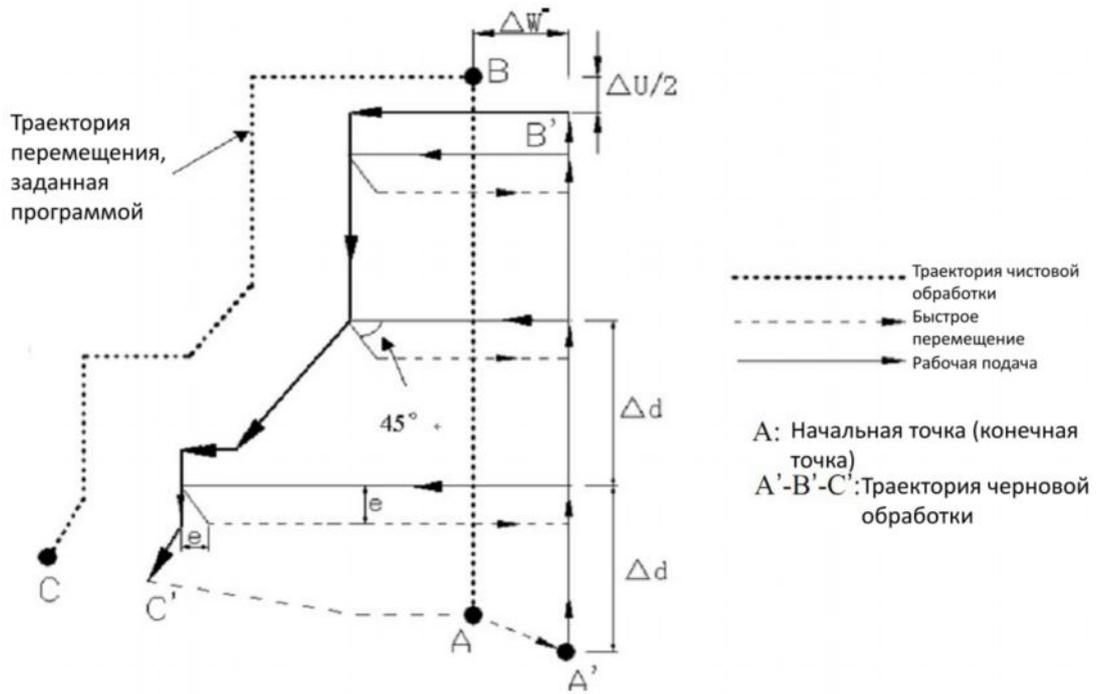

Рис. 3-36 Траектория перемещения в цикле G71
1) Последовательность выполнения: (Рис. 3-36)
- ① Быстрое перемещение по оси X из точки A в точку A', перемещением по оси X является Δu, а по оси Z - Δw
- ② Перемещением из точки A' по оси X является Δd (врезная подача инструмента), кадр ns предназначен для врезной подачи инструмента на скорости быстрого перемещения в команде G0, для врезной подачи инструмента на скорости подачи F в команде G71; направление врезной подачи инструмента это направление перемещения из точки A в точку B;
- ③ Перемещение по траектории черновой обработки по оси Z на рабочей подаче, направление перемещения совпадает с направлением перемещения из точки A в точку B по оси Z;
- ④ Отвод инструмента на скорости подачи по осям X, Z e (прямая линия 45°), направление отвода инструмента противоположно направлению врезной подачи;
- ⑤ Отвод инструмента на скорости быстрого перемещения по оси Z в положение, координаты которого совпадают с координатами Z;
- ⑥ После повторной врезной подачи инструмента по оси X (Δd+e), конечная точка перемещения инструмента все еще находится на средней точке прямой линии между точками A' и B' (инструмент не достигает точки B' или не перемещается за эту точку), и после повторной врезной подачи выполняется шаг ③; после повторной врезной подачи (Δd+e), инструмент достигает точки B' или выходит за прямую линию между точками A'→B', выполняется врезная подача инструмента по оси X в точке B', а затем выполняется следующий шаг;
- ⑦ Перемещение на рабочей подаче из точки B' в точку C' по траектории черновой обработки;
- ⑧ Быстрое перемещение из точки C' в точку A, после завершения цикла G71 происходит переход к следующему кадру за кадром nf.